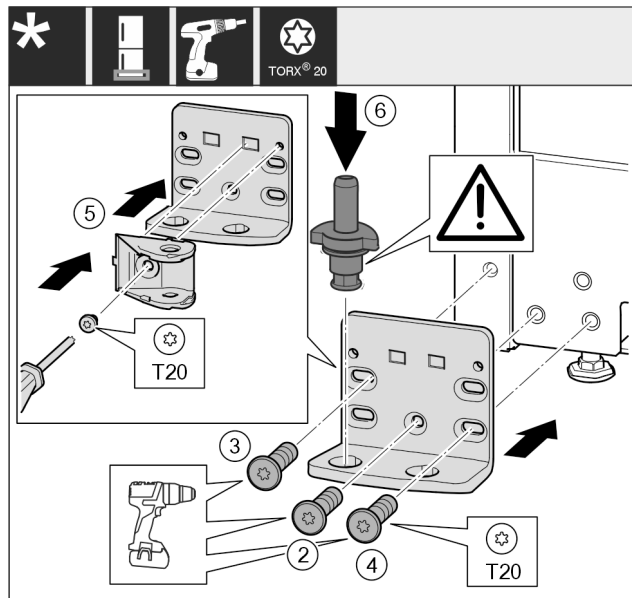

Fig. 21 *
- Vendosni bazamentin mbështetës në anën tjetër dhe mbërthejeni me ndihmën e një kaçavide. Filloni me vidën Fig. 21 (2) poshtë në mes.*
- Mbërtheni fort vidën Fig. 21 (3) dhe vidën Fig. 21 (4).*